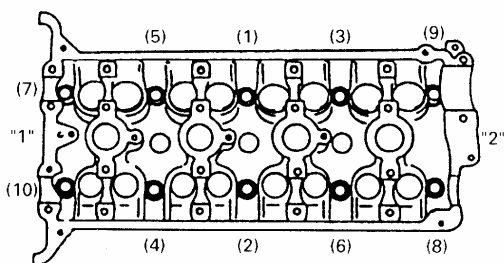

Рис. 4-82.
8). Установить головку цилиндров на блок цилиндров соответственно описанию, приведенному выше, Рис. 4-82.